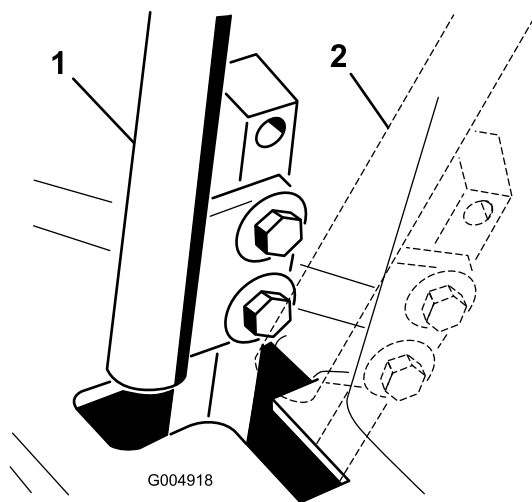

Figure 51
- Placez le levier de commande au POINT MORT, **sans le verrouiller** (Figure 51).
- Vérifiez la position du levier par rapport au cran de la console (Figure 51).